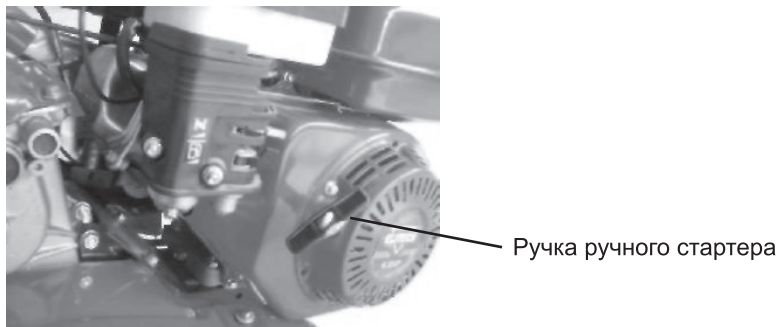

Рис. 16
2. При запуске холодного двигателя переведите рычаг управления воздушной заслонкой в положение «ЗАКРЫТО» (рис. 16).
5. Возьмитесь одной рукой за ручку ручного стартера, другой рукой придерживайте культиватор (рис. 16). Слегка натяните шнур стартера до ощутимого возрастания сопротивления, затем резко потяните за рукоятку шнура. В этот момент двигатель культиватора запускается. Если двигатель не запустился, проверьте все настройки и повторите попытку запуска.